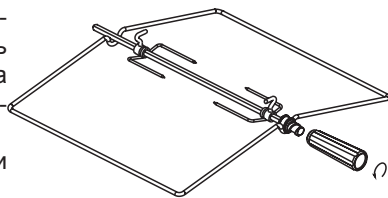

рис. 10
1. Плиты комплектуются вертелом со съёмной рукояткой (см. рис.10). При установке и извлечении вертела необходимо использовать рукоятку, которая накручивается на резьбовую втулку.